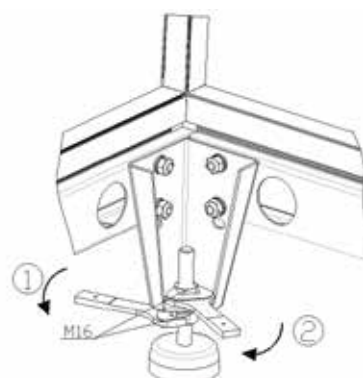

Bild 13
- I stället för fundament kan aggregatet förses med ben av Lindab-typ som monteras med särskilda buller- och vibrationsdämpande bultar. Dessa kan användas för att justera benen 30 mm i höjdlid (bild 13).
bottenramens insida med M10x20-bultar så som visas i bild 13.
- Benens höjd kan justeras inom ett intervall på 30 mm med en skruvnyckel för M16-bultar. Benhöjden justeras med den nedre muttern – se bild 13. När höjden är korrekt, dra åt den övre muttern.